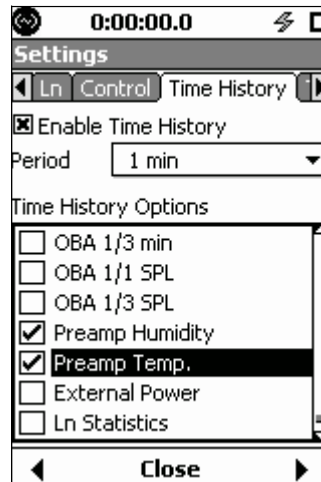

Abbildung 3-6 Zeitbilanz der Feuchte und Temperatur des Vorverstärkers
- Schritt 3** In der **Time History**-Liste **5** wählen und durch die Optionenliste rollen. Taste **6** (Rechts-Pfeil) drücken, um **Preamp Humidity** {Feuchte des Vorverst.} oder **Preamp Temp.** {Temp. des Vorverst.} zu aktivieren wie Abbildung 3-6 zeigt.